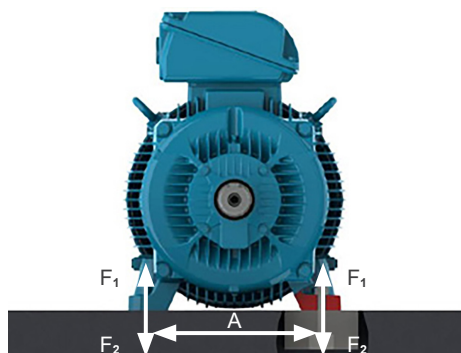

Figura 6.3: Motor instalado sobre base de concreto
Los esfuerzos sobre la fundación pueden ser calculados por las ecuaciones (ver Figura 6.3 de la página 120):
- Bases de concreto: más recomendadas y usuales para los motores de gran porte (ver Figura 6.3 de la página 120).